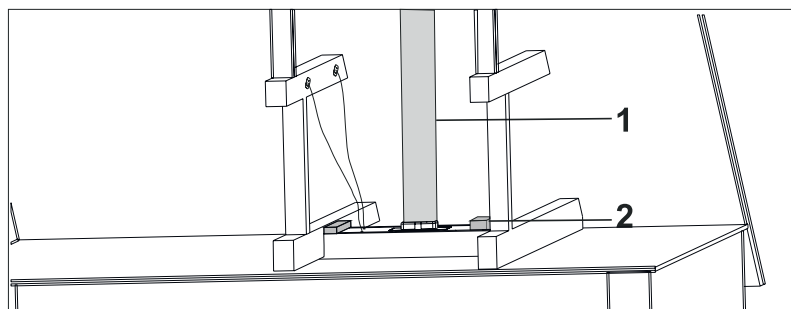

Fig. 25
- 10.** Tilslut den ene ende af aftrækskanalen på aftræksstuden oven på emhætten og den anden ende til taghætten (læs punkt 2 under afsnittet: *Larm & Støj (fra motor)** for gode råd) (Fig. 25).